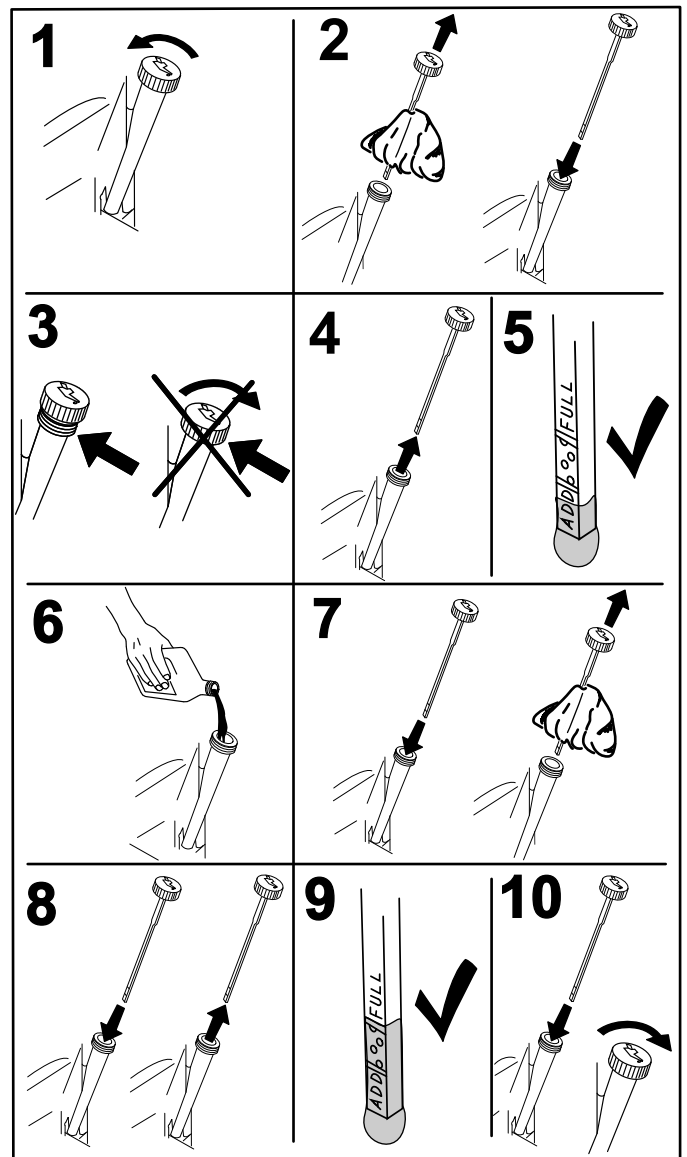

Figura 43
2. Desligue o motor, retire a chave e aguarde até que todas as partes em movimento parem antes de sair da posição de operação (Figura 43).